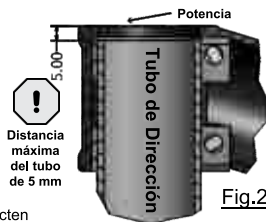

Fig.2
PASO 2 - Deslice la potencia en el tubo de dirección. No fuerce la abrazadera de apriete para introducirla en el tubo. Asegúrese que la distancia entre la parte superior de la potencia y el tubo de dirección es menor a 5 mm (vea fig.2).